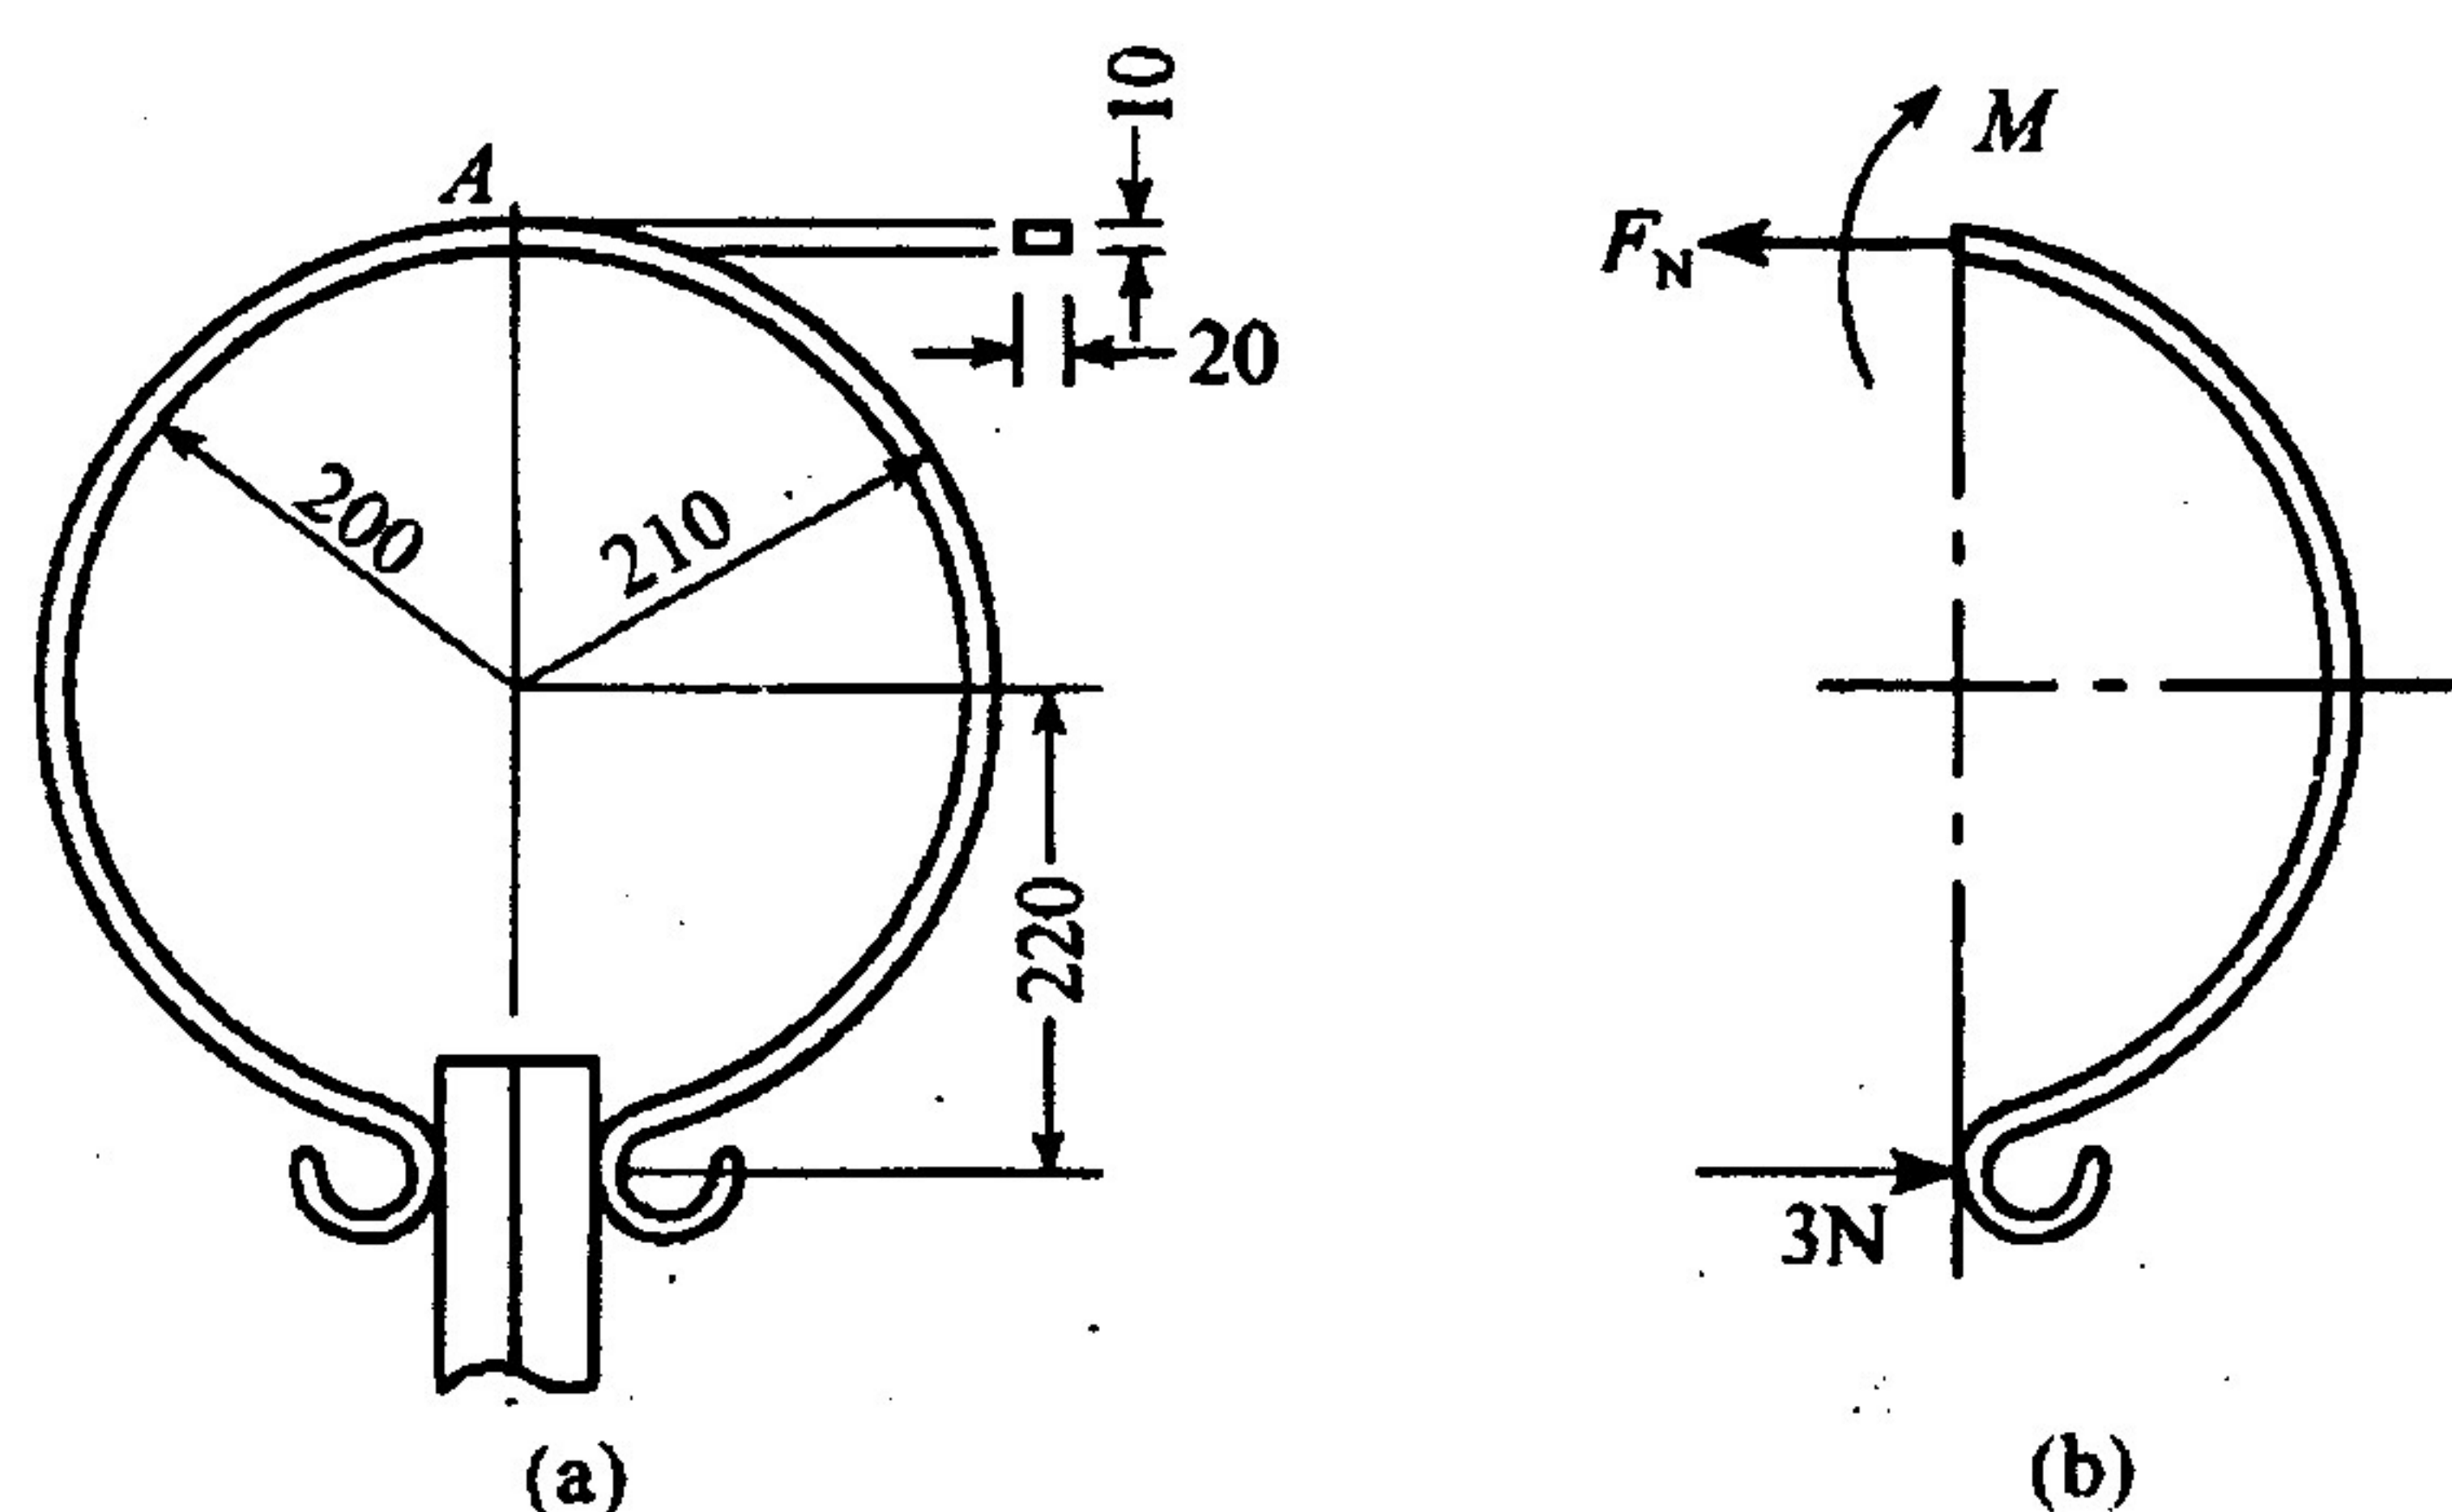

图 2.1
2.1 圆形弹簧夹板在夹紧平板上产生 3N 的正压力(图 2.1(a))弹簧横截面为 20mm×10mm 的矩形。求弹簧在 A 截面产生的最大正应力。(15 分)
解 这是拉弯组合变形题目。沿弹簧夹板 A 截面截取分离体(图 2.1(b)), 由平衡条件 $\sum F_x = 0$ 得 $F_N = 3\text{N}$; $\sum M_A = 0$ 得